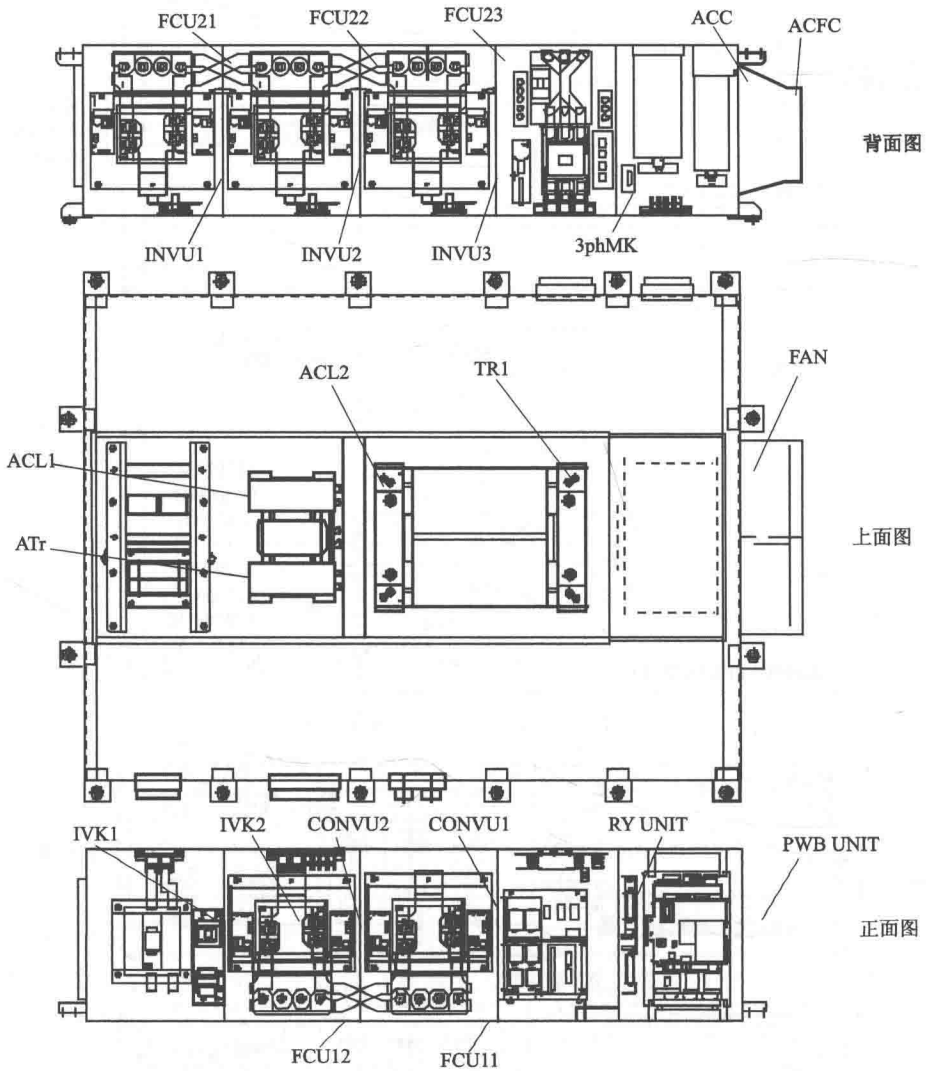

图 9-7 ARf 部件配置图
(2)辅助整流器箱 ARf(NC-ZFDRS227A)(部件配置见图 9-7)